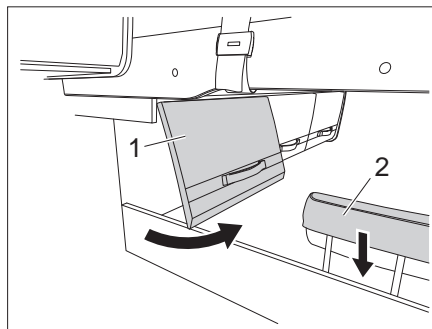

Fig. 130 Portillon du compartiment de rangement et appuie-tête
- Ouvrir le portillon du compartiment de rangement (Fig. 130,1).
- Abaisser l'appuie-tête (Fig. 130,2).